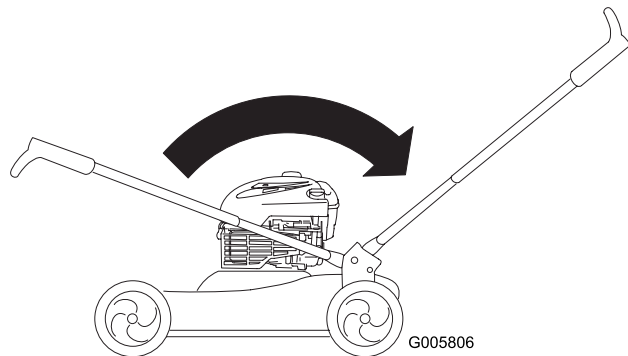

Figura 5
3. Gire el manillar hacia atrás (según se ilustra) hasta que encaje en su lugar con un 'clic' (Figura 5).